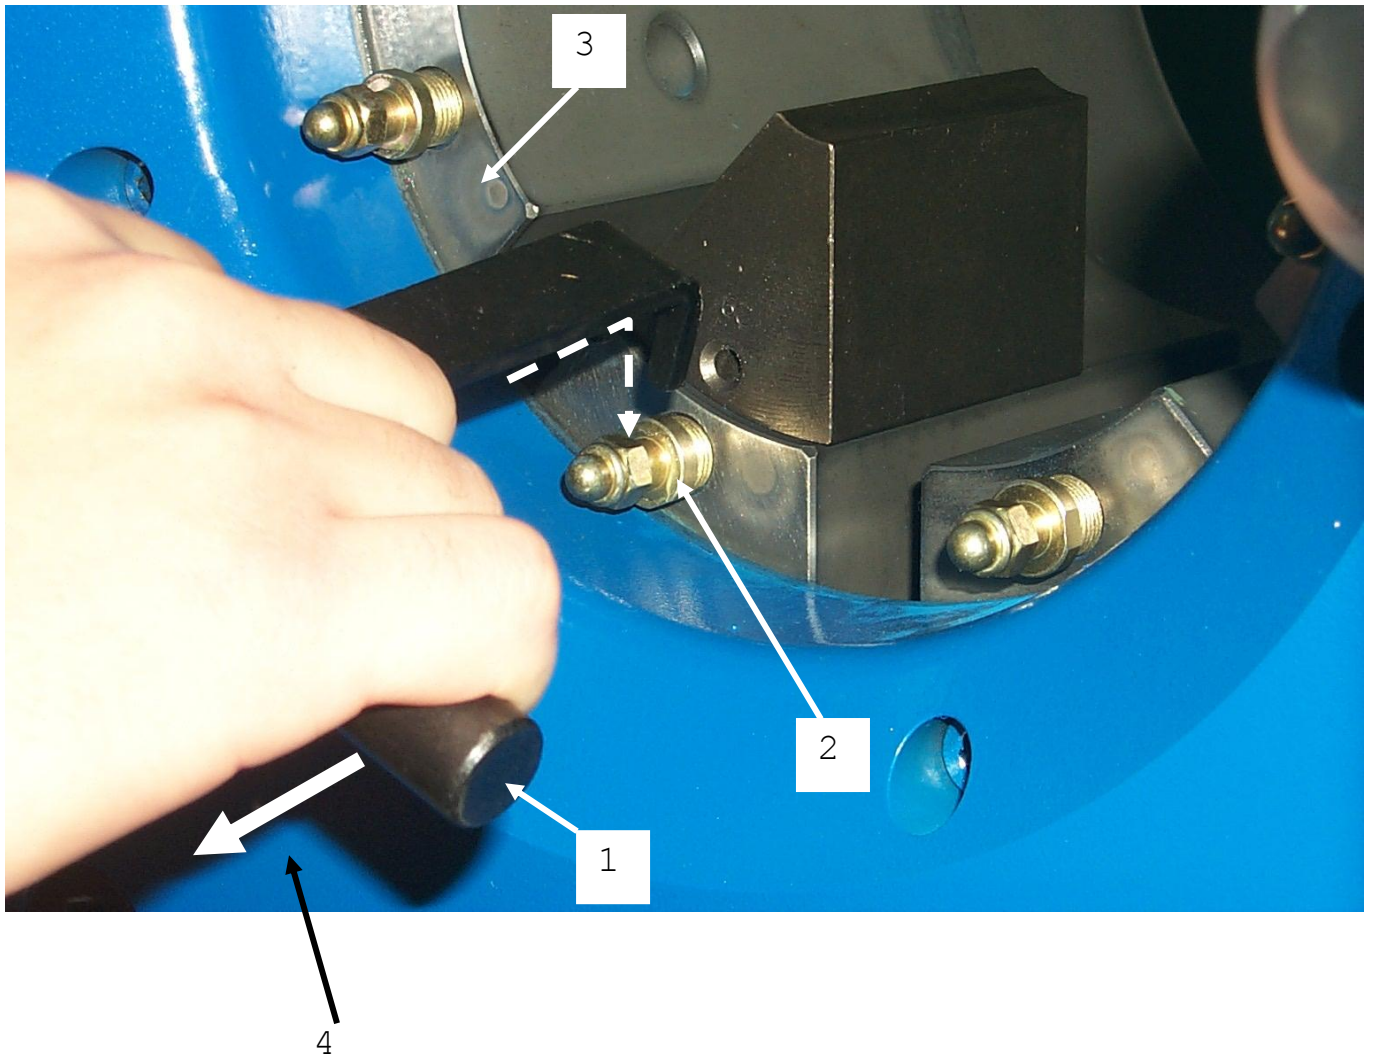

РИСУНОК 3
4. При нахождении ограничения хода на нуле (Рис.3 п.1), медленно переместите поршень вперед до упора с тем, чтобы закрыть кулачки; кулачки зацепятся автоматически.
4. При нахождении ограничения хода на нуле (Рис.3 п.1), возьмите специальный инструмент, прочно вжатый во фланец, переместите поршень вперед до упора с тем, чтобы закрыть кулачок; кулачки зацепятся автоматически.